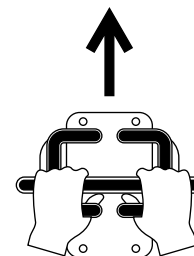

Figura 7
- Pentru deplasare înainte, deplasați ambele manete de traciune spre față (Figura 7).